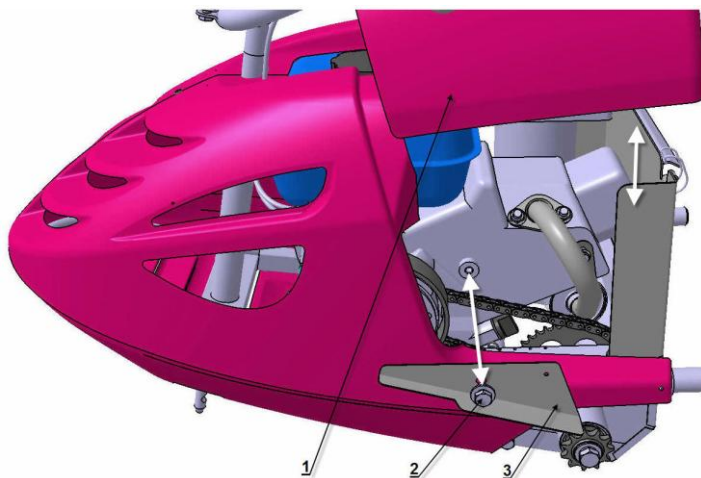

Рис.12
7.10.1 Снять капот 1 (Рис.12)
7.10.2 Вывернув болт 2, снять экран моторной цепи 3 (Рис.12).